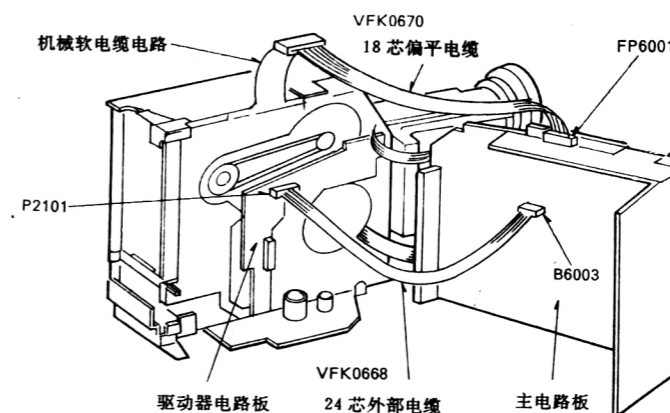

图 1-2-4
2. 机械软电缆电路板与主电路板之间的连接,如图 1-2-4 所示。